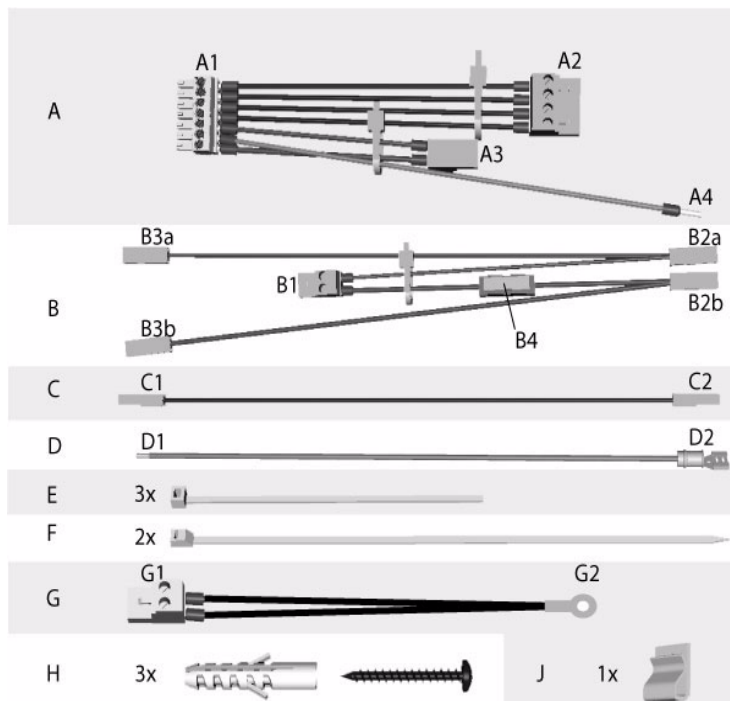

Figura 2 Conteúdo do kit de acessórios
2. Coloque as baterias recarregáveis na parte inferior do gabinete e fixe-as com braçadeiras para cabos **F** - (*Figura 2*)